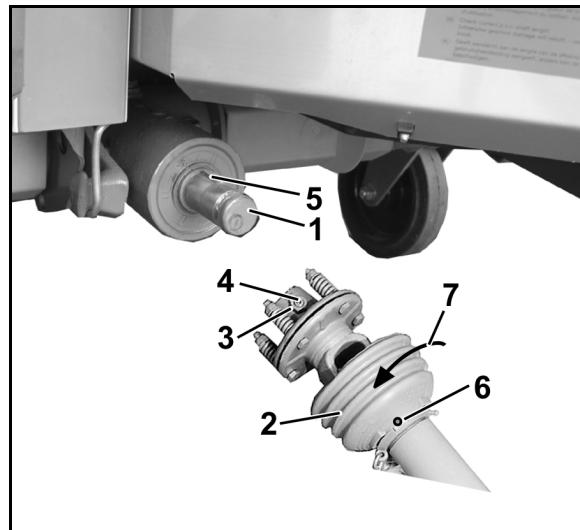

图 25
2. 清洁齿轮箱输入轴（图 25/1）。
4. 旋出锁紧螺栓（图 25/6）。
5. 将锥形防护罩（图 25/2）旋到安装位置（图 25/7）。
7. 在磨擦联轴节的连接叉中拧开锁紧螺母（图 25/3）（直至螺纹销不再突出于锁紧螺母），旋出内六角螺纹销（图 25/4）并检查连接叉是否能轻松装配到齿轮箱轴上。
注意完全盖住滑键（图 25/5）！
9. 防止万向传动轴发生轴向移动。用内六角扳手拧紧螺纹销，然后用螺母（图 25/3）锁固。
2. 拧开磨擦联轴节上连接叉的锁紧螺母（图 25/3）。旋出螺纹销（图 25/4）。